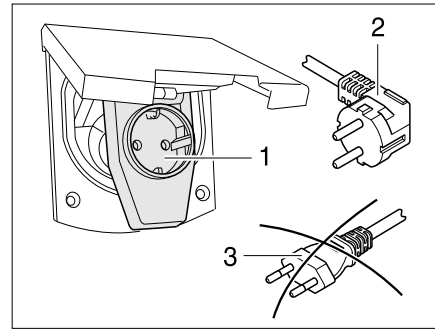

Bild 115 Anschluss an eine Winkelkupplung mit Steckdose
- ▶ Bei Verwendung einer CEE 17 Winkelkupplung mit rückseitig eingebauter Steckdose (Bild 115,1) nur einen gummierten und versiegelten IP 44 Stecker mit Schutzkontakt (Bild 115,2) verwenden. Keine Stecker ohne Schutzkontakt (Bild 115,3) verwenden. Gefahr eines Stromschlages!